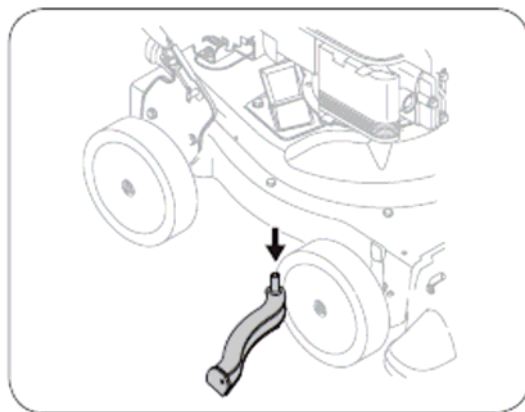

Figure 21
7. Снимите и очистите экран с помощью воды и щетки (смотри рисунок 21).